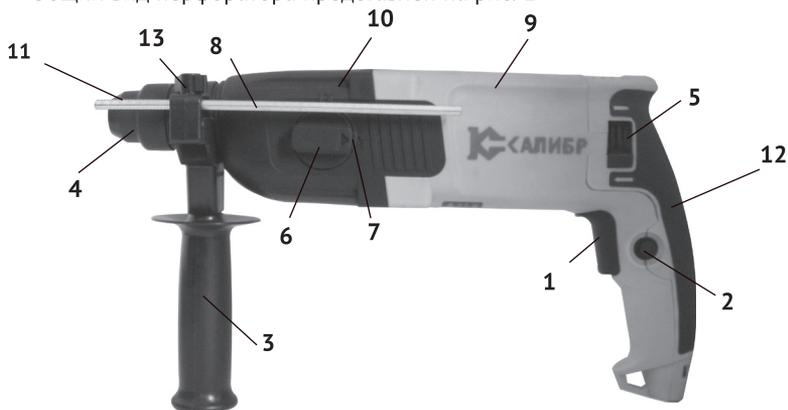

рис.1
1.3 Перфоратор состоит из горизонтально расположенного коллекторного двигателя в пластиковом корпусе (рис.1 поз.9), выполненном заодно с рукояткой. В крышке корпуса (рис.1 поз.12) расположен щёткодержатель в сборе. Рычагом переключателя реверса (рис.1 поз.5), меняя расположение щёток, направление вращения якоря меняется на противоположное. К корпусу двигателя крепится корпус редуктора (рис.1 по.10), в котором расположен механизм, передающий вращательное и возвратно-поступательное движение на рабочий инструмент. Крутящий момент с якоря электродвигателя через шестерни, передаётся на ствол с патроном SDS – plus (рис.1 поз.4), расположенный соосно с двигателем. Тип ударного механизма перфоратора - электропневматический. Эксцентриковый подшипник преобразует вращательное движение якоря в возвратно-поступательное движение поршня. С поршня ударник передаёт энергию удара на ствол с
патроном SDS – plus. На корпусе редуктора слева расположен переключатель режимов (рис.1 поз.6) с фиксатором (рис.1 поз.7) в трёх режимах: «сверление» /«сверление с ударом» / «удар».
В зависимости от вида выполняемой работы, в патрон SDS – plus вставляется необходимая насадка (пика, долото, сверло) с соответствующим хвостовиком, или переходник SDS-plus/сверлильный патрон для установки сверлильного патрона, если необходимо работать в режиме «сверление». Дополнительная рукоятка (рис.1 поз.3) хомутом крепится на корпусе редуктора (рис.1 поз.10). Фиксируется рукоятка, закручиванием по часовой стрелке, в любом положении (от 0° до 360°), что удобно пользователю, как «правше», так и «левше».
В отверстие левой части суппорта рукоятки вставляется, при необходимости, стержень-ограничитель глубины сверления (рис.1 поз.8). Он фиксируется в выбранном положении винтом-барашком (рис.1 поз.13).
1.4 Клавиша выключателя (рис.1 поз.1) расположена в передней части рукоятки. Включение/отключение инструмента осуществляется нажатием на клавишу выключателя. Силой, приложенной к клавише, регулируется число оборотов и частота ударов перфоратора. Нажатием кнопки (рис.1 поз.2), клавиша фиксируется в рабочем положении с максимальным числом оборотов (максимальной частотой ударов). При повторном нажатии на клавишу, она и кнопка фиксации (с характерным щелчком), возвращаются в исходное положение – выключено.
Общий вид перфоратора представлен на рис. 1
При замене рабочих насадок следите за тем, чтобы колпачок (рис.1 поз.11), защищающий патрон от попадания пыли, не был повреждён.
- ослабив винт-барашек (рис.1 поз.13), освободить отверстие в суппорте рукоятки для установки стержня (рис.1 поз.8);
- вставить стержень фиксации глубины сверления (рис.1 поз.8) в отверстие;
- фиксация клавиши в рабочем положении осуществляется нажатием на кнопку (рис.1 поз.2);
Нажав кнопку (рис.1 поз.7) в верхней части рукоятки (рис.1 поз.6), начните поворот к режиму с нужным условным знаком, приведённым ниже. Отпустите кнопку фиксатора. При достижении выбранного положения, рукоятка зафиксировается, а кнопка фиксации (со щелчком) вернётся в исходное положение.
- при работе в режиме сверление без удара, переключатель (рис.1 поз.6) установить в положении «сверло». При этом режиме перфоратор может работать с патроном SDS – plus, но, как правило, устанавливается ключевой патрон;
- при работе в режиме сверление с ударом, переключатель (рис.1 поз.6) в положении «сверло с молотком»;
- при работе в режиме долбление, переключатель (рис.1 поз.6) в положении «молоток».
В верхней части крышки двигателя (с обеих сторон) расположен рычаг переключения реверса (рис.1 поз.5). На крышке стрелками указано направление вращения. Реверс используется при заклинивании рабочего инструмента и при вывинчивании винтов или шурупов.
3.2 Для замены щёток необходимо, открутив три винта, и снять крышку двигателя (рис.1 поз.12). Щётки следует заменять парой для обеспечения равной степени их давления на коллектор якоря.